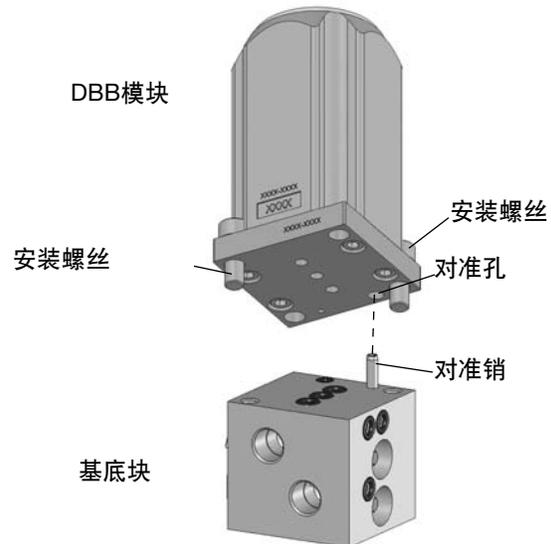

图4
6. 安装DBB模块到每个基底块, 使对准销与DBB模块的对准孔匹配。使用两个安装螺丝 (#10-32 x 1/2 in. 带有标准5/32 in. 六角驱动), 将DBB模块拧紧到基底块达25到35 in.·lb (2.8到4.0 N·m)。见图4。